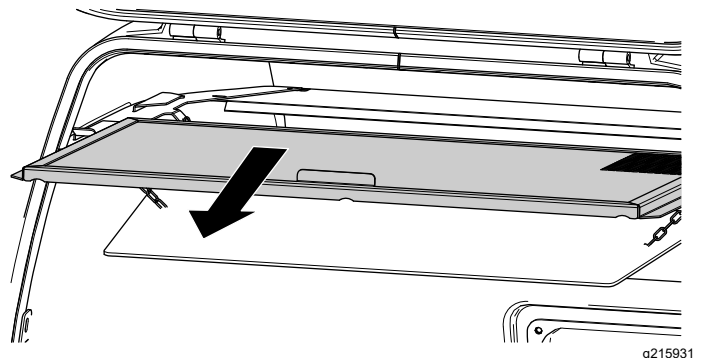

Bild 113
3. Entfernen Sie das Fangboxgitter und reinigen Sie es (Bild 113).